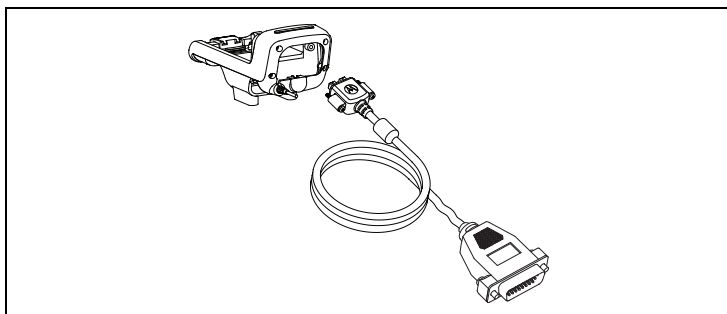

Figura 3. Instalación del cable de soporte a caja de conexión en el soporte
9. Fije el cable de soporte a caja de conexión (PMKN4169) o el cable de soporte a caja de conexión con cable de datos USB (PMKN4170) en la parte inferior del soporte atornillando el tornillo de fijación en la tuerca de encastre como se muestra en la Figura 3 de abajo.